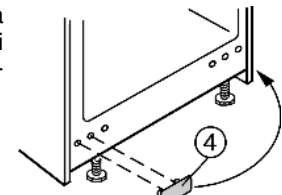

Fig. 4
- ▶ Rimuovere la copertura Fig. 4 (4) e chiudere i fori di fissaggio che si sono liberati.